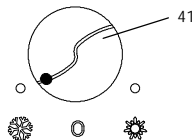

fig. 5.5
- 2 Assicurarsi che il commutatore di funzione (41) sia posizionato come in fig. 5.5 e che il termostato ambiente, se, installato sia in posizione "richiesta calore".